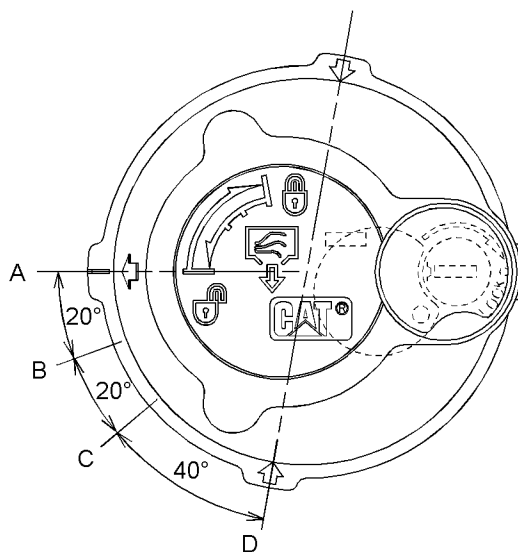

Ilustración 527
6. Suelte la presión que puede haber en el circuito hidráulico de retorno con el siguiente procedimiento. Consulte la Ilustración 527 para ver las posiciones de la tapa del tubo de llenado.
- a. Gire la tapa del tubo de llenado hacia la izquierda, sin aplicar fuerza hacia abajo, y mueva la flecha de la posición (A) a la posición (B).
- b. Suelte la presión durante un mínimo de 45 segundos moviendo la flecha de la posición (B) a la posición (C).
- c. Empuje el centro de la tapa del tubo de llenado hacia abajo. Sin inclinar la tapa del tubo de llenado, mueva la flecha de la posición (C) a la posición (D).